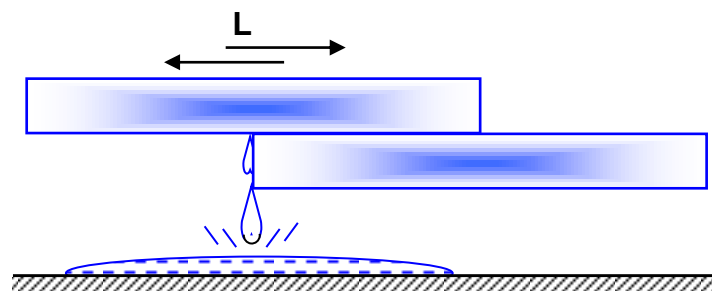

Рис. 4.3. К задаче 4.9
4.9. Два куска льда массой по 1 кг каждый имеют температуру 0°C и давление 1 бар. Происходит механическое взаимодействие этих кусков друг с другом в виде трения, они взаимодействуют гладкими поверхностями без разрушения (рис. 4.3). На перемещение кусков затрачивается работа в количестве 100 кДж. Определить количество расплавленного льда в результате такого взаимодействия и увеличение энтропии системы, если считать, что теплообмен с окружающей средой отсутствует. Изобразить этот процесс в T,S -диаграмме.